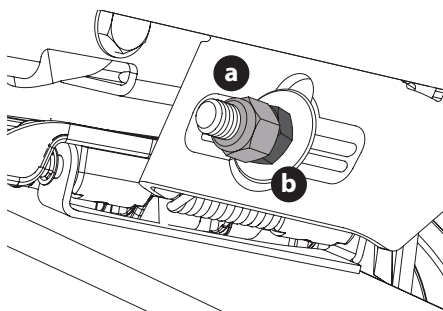

Fig. 36
5. Pour **relever** l'avant du plateau, retirez le capuchon, desserrez le contre-écrou supérieur (a), puis serrez l'écrou inférieur (b) (dans le sens horaire) (Fig. 36). Après avoir effectué le réglage, serrez le contre-écrou supérieur (a) et remplacez le capuchon.
6. Pour **abaisser** l'avant du plateau de coupe, retirez le capuchon, desserrez le contre-écrou supérieur (a), puis desserrez l'écrou inférieur (b) (dans le sens anti-horaire) (Fig. 36). Après avoir effectué le réglage, serrez le contre-écrou supérieur (a) à couple de 77 N m (57 pi-lb) et remplacez le capuchon.